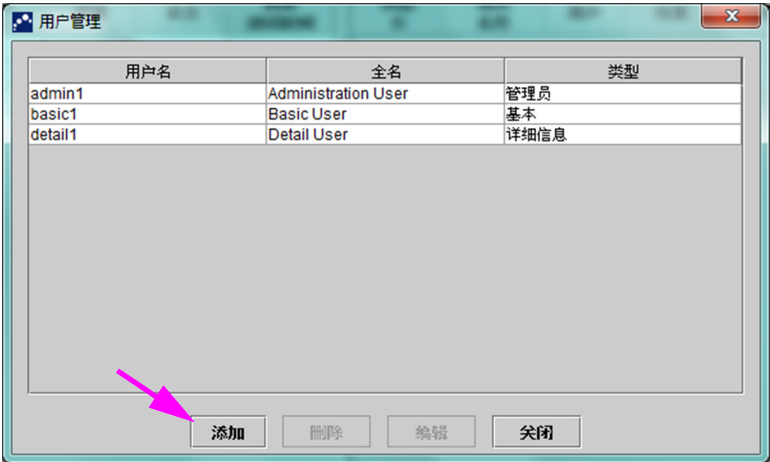
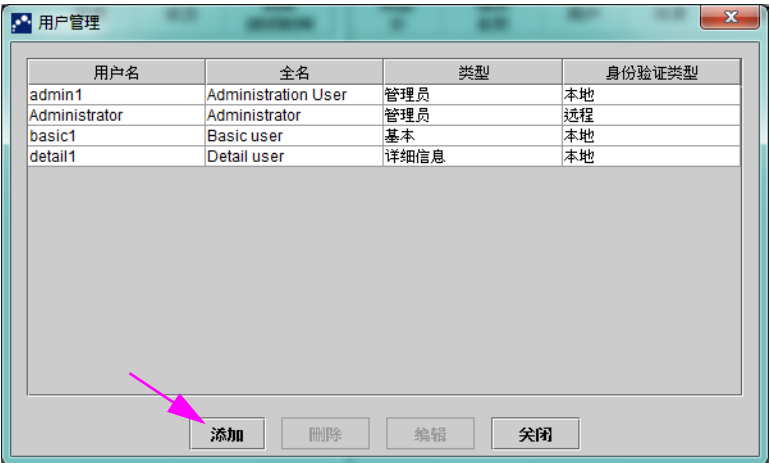

图 2-70. “用户管理”对话框
图 2-71. 远程用户的用户对话框
- 2. 在 GeneXpert Dx 系统窗口中（参见图 2-55），在**设置**菜单上，点击**用户管理**。**用户管理**对话框出现。如要添加本地用户，请参见图 2-70，如要添加远程 LDAP 用户，请参见图 2-71。
- 在“GeneXpert Dx System”窗口（参见图 2-55）的“设置”菜单上，单击**用户管理**。出现“用户管理”对话框。参见图 2-70。